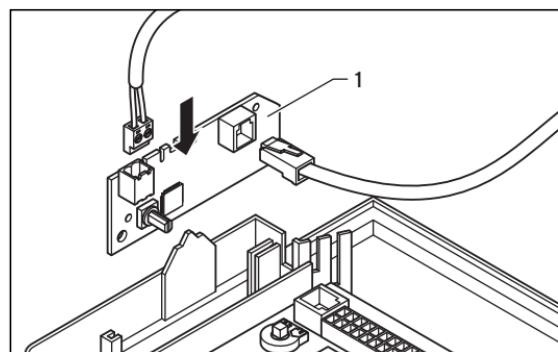

Fig. 4.2 Montage de la platine du coupleur de bus
- Faites coulisser la platine (1) avec le clip dans l'évidement (2) de la boîte de commande.
- Raccordez le câble de bus (3) à la borne de raccordement (4) située à côté.
- Branchez la borne de raccordement (4) du câble bus sur la prise (5) sur la platine du coupleur de bus.
- Montez la platine du coupleur de bus selon la fig. 4.2 dans la boîte de commande.